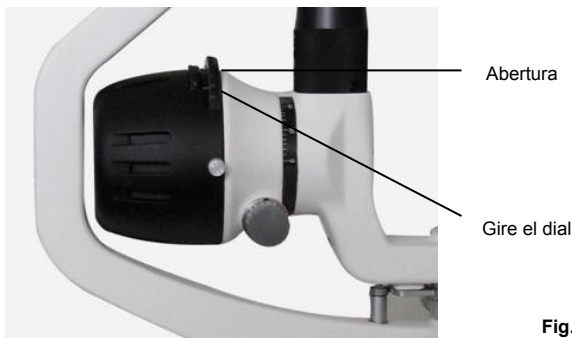

Fig. 3.4.1
- **Cambio de la altura y ancho de hendidura.** Girar el dial de ancho y alto de hendidura para obtener cuatro puntos de luz circulares de diferentes tamaños de diámetro: 14 mm, 8 mm, 3,5 mm, y 0,5 mm. Además del punto circular, se puede obtener una regulación de hendidura continua en forma de cuña, cuya longitud es de 1 mm a 14 mm. El valor se puede leer en la ventana de visualización (Fig.3.4.1).